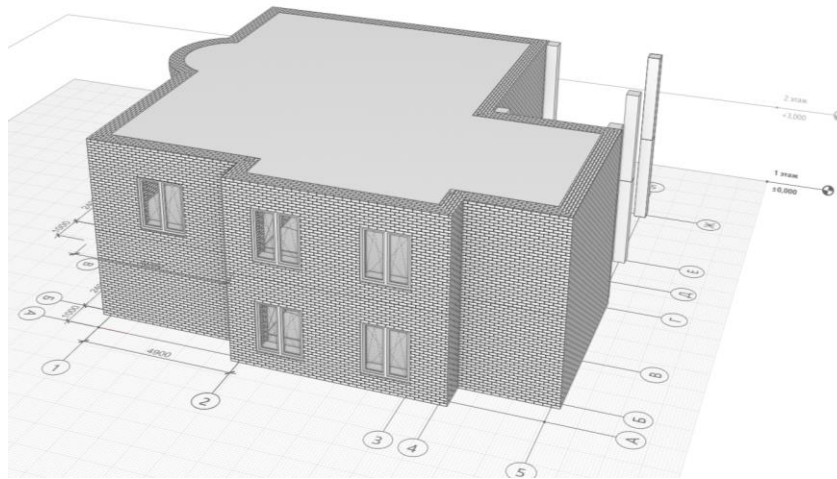

Рис. 7 Построение перекрытия на 2 этаже
2. Выберем инструмент **Перекрытие**, зададим **Смещение от уровня - 3000 мм** и построим перекрытие (рис. 7)